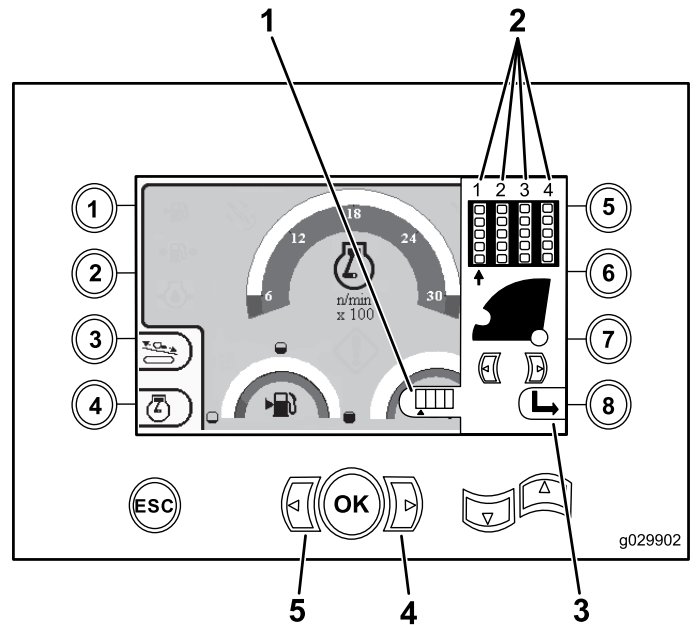

Figura 7
1. Pulse la flecha hacia la derecha o hacia la izquierda para seleccionar el número de la fila a la que desea acceder (Figura 7).
2. Después de colocar la flecha debajo del número de la fila a la que desea acceder, pulse el botón 8 (Figura 7) para ocultar la ventana lateral.